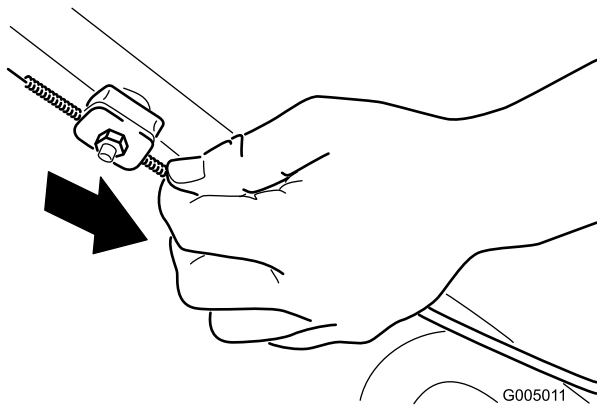

Figure 35
2. Baissez la gaine du câble (vers la tondeuse) pour éliminer le mou du câble (Figure 35).